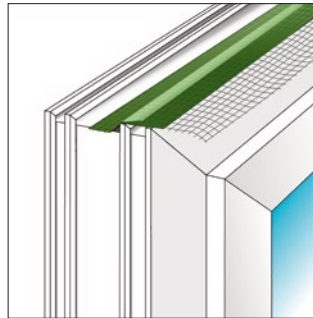

Bild 4: Folie auf Fensterrahmen- rücken kleben
- Folie mit der Selbstklebung auf den Fenster- rahmenrücken kleben (Bild 4).